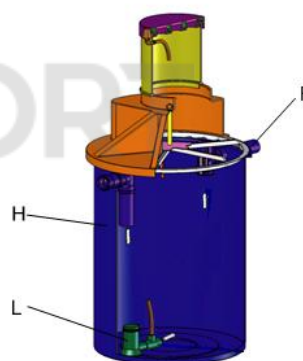

Рис. 4. Отстойник 1,5 м3
2-ой вариант – использование отстойника с насосом (Рис. 4) - модель ЛОС-8А.
Сточные воды самотеком поступают в отстойник (Н), где установлен фекальный насос (L) с металлическим режущим механизмом и системой Вентури (Рис. 4). Режимом работы насоса управляет таймер, установленный в блоке управления.